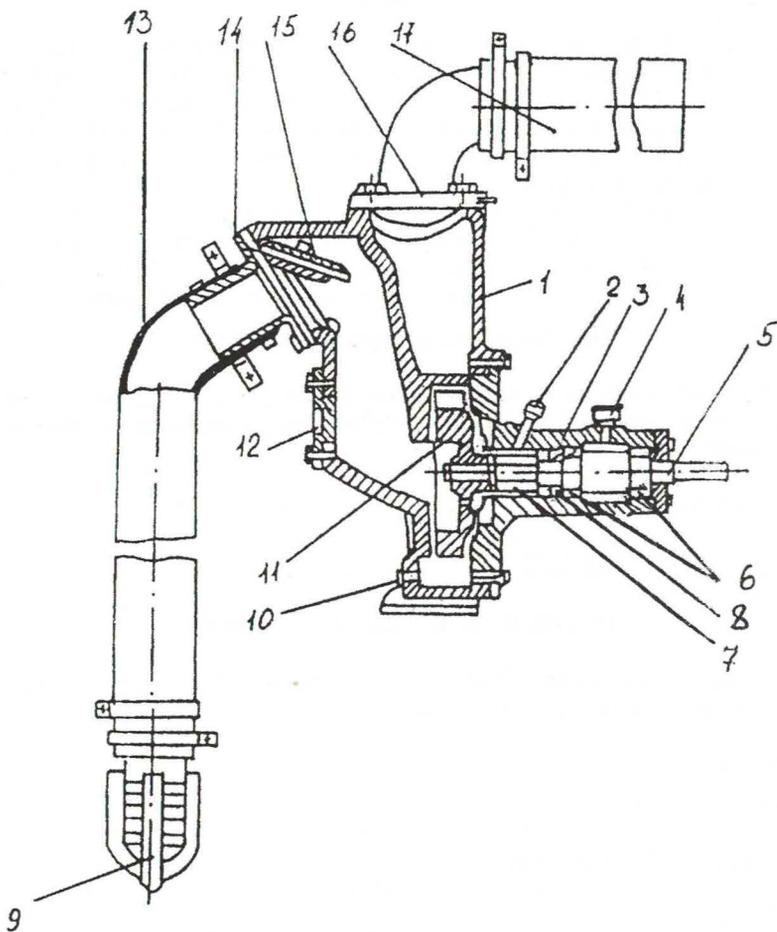

Рис.1
3.2. Конструктивная схема самовсасывающей насосной части установки приведена на рис. 1.
Монтаж насоса на трактор (см. рис. 1):
7.2. Необходимо обеспечить надежную работу масляного затвора. В случае загрязнения лопаток рабочего колеса следует открыть люк 12 (рис.1) и очистить их.